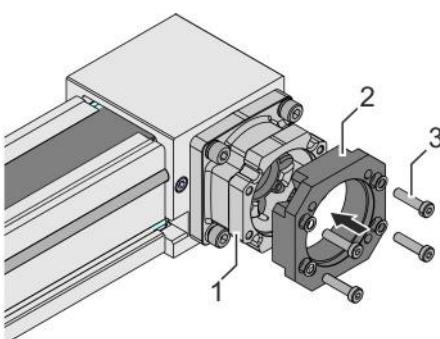

Fig. 20: Montaggio della piastra motore
8. ➤ Posizionare la piastra motore (Fig. 20/2) sull'alloggiamento del giunto (Fig. 20/1).
9. ➤ Stringere in diagonale 4 viti (Fig. 20/3) in modo alternato: